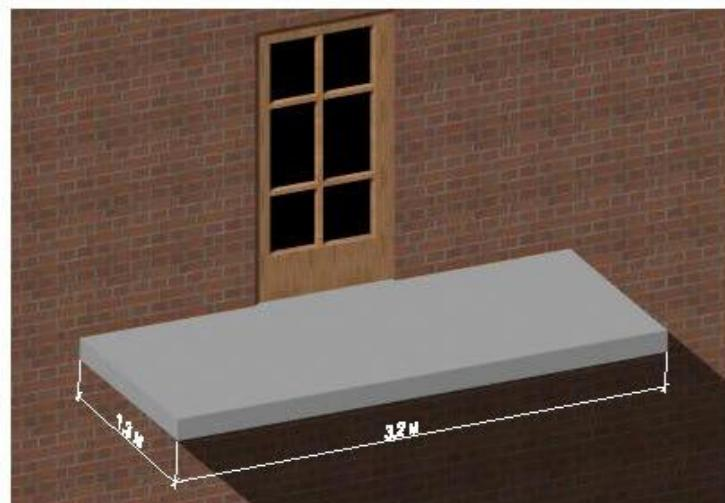
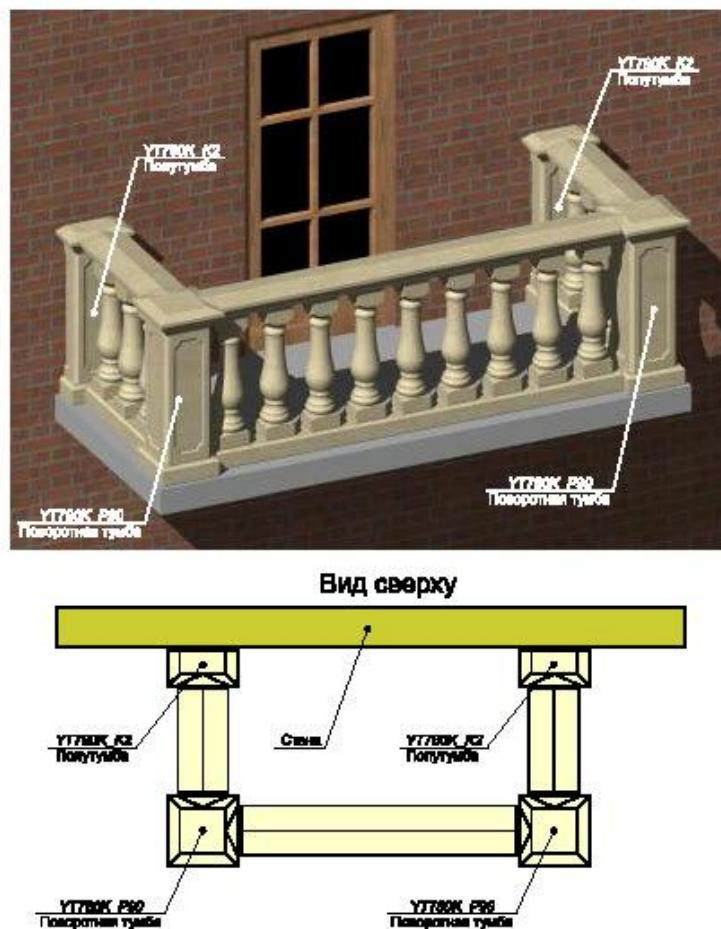

Рис. 1. Балкон.
Рис. 2. Балюстрада на балконе.
**Исходные данные:** Необходимо заказать балюстраду, которая будет выполнять функцию ограждения, на балкон (рис.1. Балкон). Балюстраду необходимо расположить по периметру балкона.
1. В приведенном примере необходимо:  $3,2 + 1,3 + 1,3 = 5,8$  м (рис. 1. Балкон). Для жесткости конструкции балюстрады необходимо установить: в местах сопряжения балюстрады с фасадом две полутумбы; в углах балюстрады, через которые она будет поворачивать на 90 градусов, две поворотные тумбы (рис. 2. Балюстрада на балконе). Поскольку тумбы есть, запас не берем. Округляем 5,8 м вверх до ближайшего целого числа, получаем 6 м.